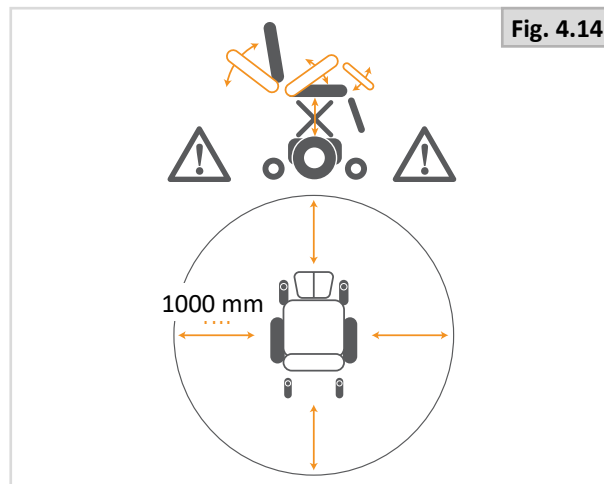

Fig. 4.14
- Comme avec tout organe mobile, veillez à ne pas vous pincer les doigts, (Fig. 4.14).